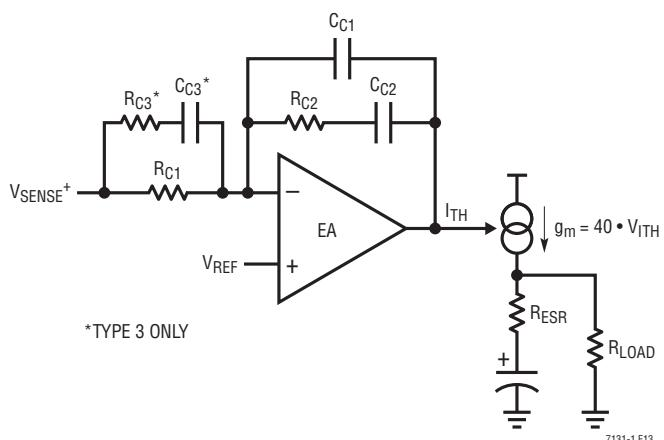

図13. LTC7131-1 電流モード・レギュレータのPSPICEモデル
前セクションで述べた「トライ・アンド・エラー」で十分な過渡特性が得られない場合は、本セクションの手順でより正確な補償部品値を計算し、目的の帯域幅と位相余裕を得ることができます。この手順は、出力コンデンサのタイプがアプリケーション回路で指定されたものと大きく異なる場合や、タイプ3の補償ネットワークが必要な場合にも役に立ちます。タイプ3の補償ネットワークには、図13に示す R_{C3} と C_{C3} が追加されています。
- 変調器と出力フィルタのゲインと位相をプロットします。変調器と出力フィルタは、エラー・アンプ出力(I_{TH})からレギュレータ出力(V_{OUT})までのループの一部です。これを行うには、出力コンデンサと V_{SENSE}^+ ピンの間に 10Ω ~ 50Ω の抵抗を挿入します(DC2824デモ・ボードでは $R7$ です)。その後、ネットワーク・アナライザを用いて、この抵抗の端子間にAC信号を注入し、ゲインと位相をプロットします。ネットワーク・アナライザがない場合は、PSPICEシミュレータにより、図13に示すLTC7131-1の電源モデル